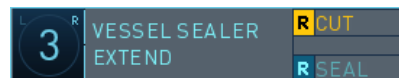

Figura 2.9 Vessel Sealer Extend pronto – Selagem
2. Aperte o controle manual (controlador geral) para fechar as mandíbulas completamente no tecido-alvo. Quando o controle manual estiver completamente fechado, o ícone do pedal associado com o pedal azul exibirá “Seal” (Selagem) (Figura 2.9). Ative o modo de selagem ou corte conforme descrito abaixo: